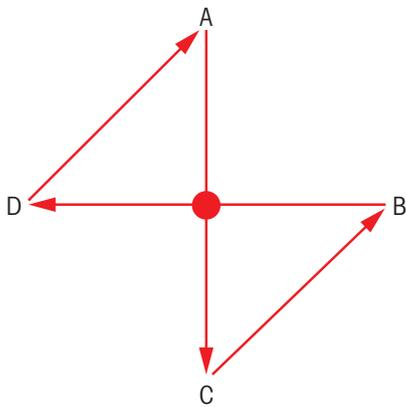

Figura 21 Cruz de ajuste
Para lograr un ajuste lo más rápido posible del rayo láser, es mejor trabajar primero en un eje y, a continuación, en sentido contrario. La cruz de ajuste de los tornillos que se muestra en la Figura 21 en la página 50 esquematiza este proceso. El mismo procedimiento se aplica tanto al modo reflectante como al modo directo. Tan solo deben realizarse pequeños ajustes en los tornillos. En el caso de los recorridos ópticos más largos, deben realizarse ajustes más pequeños. Por norma general, para una OPL de hasta 3 m, gire los tornillos una vuelta de cada vez; para una OPL de 3 a 4 m, gire los tornillos media vuelta de cada vez; y para una OPL de 4 a 6 m, gire los tornillos un cuarto de vuelta de cada vez. Repita esta secuencia de pasos de apriete hasta que los cuatro tornillos hexagonales (A, B, C y D) estén bien apretados. De esta manera, el punto del láser permanecerá en el centro del blanco mientras los tornillos se aprietan progresivamente.
- 4 Tomando como referencia el patrón de posicionamiento del rayo (consulte la Figura 21 en la página 50), sitúe con una mano el punto del láser en el centro del blanco mientras sujeta la pieza móvil de la brida de la tubería transversal con la otra mano. La ubicación del punto se convertirá en su posición final una vez que se aprieten los tornillos hexagonales. Introduzca una llave hexagonal en cada una de las cuatro cabezas de tornillo hexagonal.
<p>4 Tomando como referencia el patrón de posicionamiento del rayo (consulte la Figura 21 en la página 50), ajuste en unas cuantas vueltas uno de los tornillos de alineación del eje vertical (tornillos superior/inferior A, C).</p>